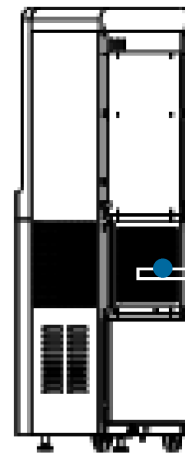

Figure 2 · Retirez le filtre à air
2. Retirez le filtre à air (figure 2) et nettoyez la poussière de sa surface à l'eau du robinet ou à l'air comprimé, puis remettez-le en place après nettoyage.